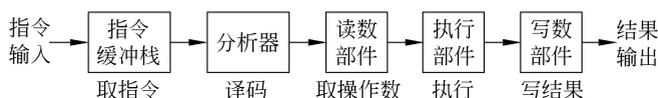

图 3.4 先行控制器流水线
(1) 按功能部件分为 3 个级别。
① 处理机级流水线 它也叫指令流水线(instruction pipeline)。这种级别的流水线是把一条指令的执行过程,分为多个子过程,每个子过程在一个独立的功能部件中完成。如在所谓先行控制器中,一条指令的执行过程可分为 5 个子过程,如图 3.4 所示。